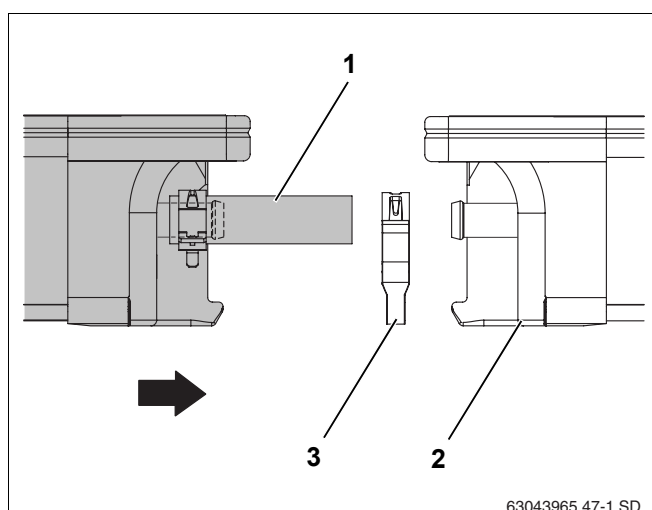

Fig. 46 Se împinge al doilea colector lângă primul
- Poziționarea celui de-al doilea colector cu furtunele solare premontate (Fig. 46, **Poz. 1**) pe șinele profilate și glisarea în siguranțele împotriva alunecării.
- Se împinge al doilea colier cu arc (Fig. 46, **Poz. 3**) pe furtunul solar.
- Colectorul se poziționează în comparație cu primul astfel că (Fig. 46, **Poz. 2**) furtunele solare premontate să poată fi împinse pe racordurile din partea stângă ale primului colector.